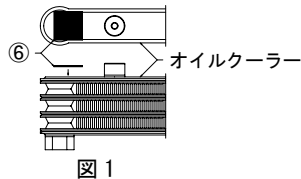

図 1
- ◎プレート取り付け後、オイルクーラー自体がガタつく場合は、付属の⑥ラバーBを図1のように挟んで取り付けて下さい。